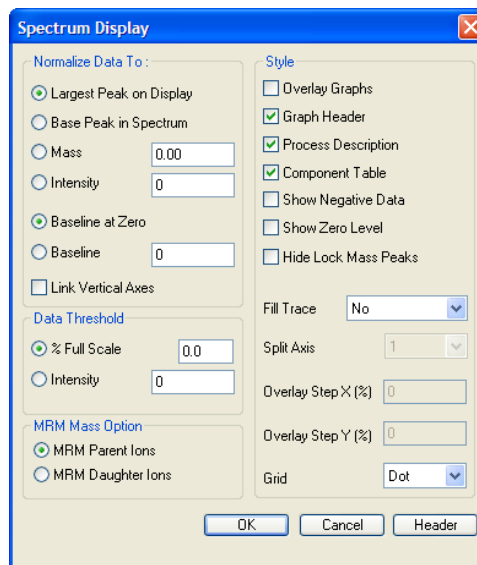

Figure 37 - Spectrum display parameters
14. Click **Display > View**, and specify the parameters shown in Figure 37, then click **OK**.